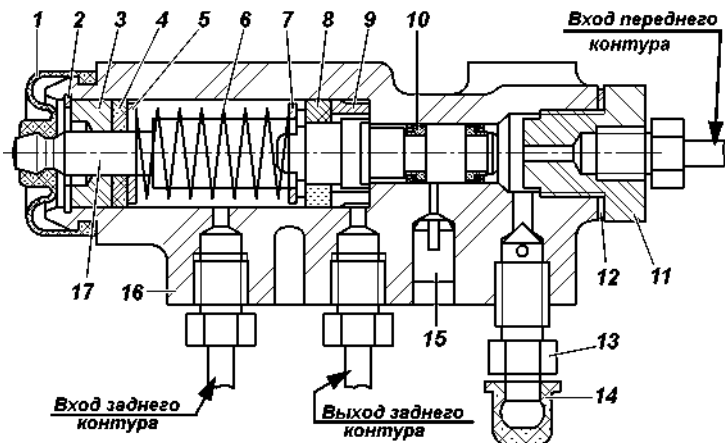

Рис. 9.29. Регулятор давления:
**Регулятор давления.** На автомобилях, не оснащенных антиблокировочной системой тормозов, устанавливается регулятор давления (рис. 9.29), который обеспечивает оптимальное распределение тормозных сил по осям автомобиля и не допускает блокировку задних колес раньше передних. При обслуживании проверяйте работоспособность регулятора давления. Очищайте регулятор от грязи и проверяйте надежность его крепления. Внешним осмотром убедитесь, что регулятор и детали его привода не имеют повреждений, отсутствуют подтекания тормозной жидкости и люфты в соединении стойки с упругим рычагом и кронштейном на заднем мосту.
При нажатии на педаль тормоза поршень 17 (рис. 9.29) регулятора давления должен выдвинуться из корпуса на 1,7 – 2,3 мм. Отсутствие
3. Заверните болт 3 до соприкосновения его с хвостовиком поршня 17 (рис. 9.29) регулятора.
4. Доверните болт 3 (рис. 9.29) на 2/3 оборота (14 граней головки болта).